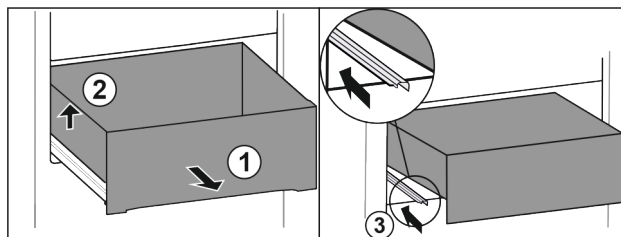

Fig. 184
- Tirer le tiroir jusqu'en butée. Fig. 184 (1)
- Soulever le tiroir sur la gauche. Fig. 184 (2)
- Rentrer le rail de gauche. Fig. 184 (3)